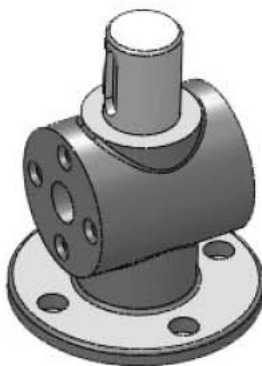

Рис. 6.37. Подборка корпуса с пробкой и уплотнительными кольцами
7. Отключите кнопку Разрез . В итоге получите подставку (рис. 6.37).